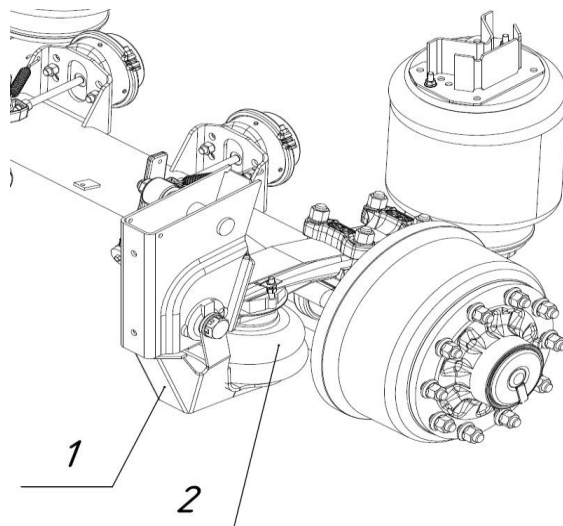

Рис. 2.8 - Механизм подъёма оси
Полуприцепы с пневматической подвеской оснащаются функцией подъёма первой оси (для типа 914210 модификации 914230). Полуприцепы с пневматической подвеской оснащаются функцией подъёма либо первой и четвёртой оси, либо первой и второй оси (для типа 914211 модификации 914231) с помощью двустороннего механизма подъёма (см. рис. 2.8), состоящего из кронштейна (1), пневмоподушки (2) и крепёжных элементов.